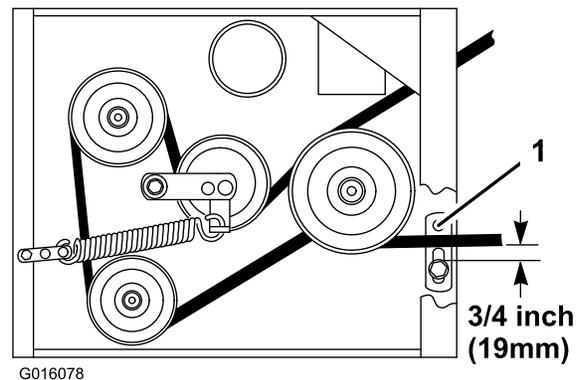

Figura 10
8. Controllate che il guidacinghia sotto il telaio del motore sia regolata in modo corretto (Figura 10).
Nota: Quando viene inserita la cinghia del piatto di taglio, accertatevi che la distanza tra il guidacinghia e la cinghia del piatto di taglio sia di 19 mm (Figura 10). Regolate il guidacinghia del piatto di taglio come necessario. La cinghia disinserita non dovrebbe trascinare o cadere correttamente dalla puleggia quando le guide sono regolate correttamente.